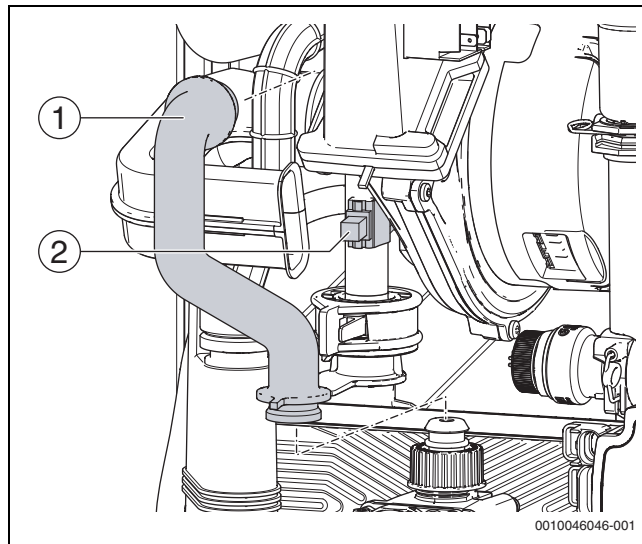

Fig. 131 Sustituir NTC en el tubo de retorno
- Ubicar el nuevo NTC en la superficie plana del tubo de impulsión (cerca de la entrada del intercambiador de calor) (→ fig. 131) (posición → capítulo 13.11, página 41).